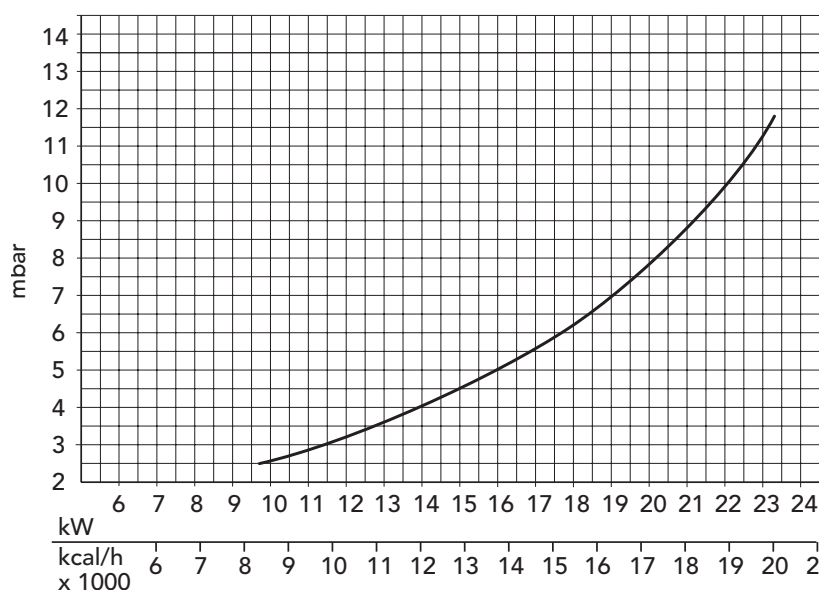

Рис. 3
**В.В.** - Давление газа в горелке и расход газа в режиме отопления, указанные в таблице, относятся к номинальной мощности котла; при необходимости снижения этой мощности (где это возможно), следует снизить давление газа, пользуясь графиками на рис. 3 - 4.